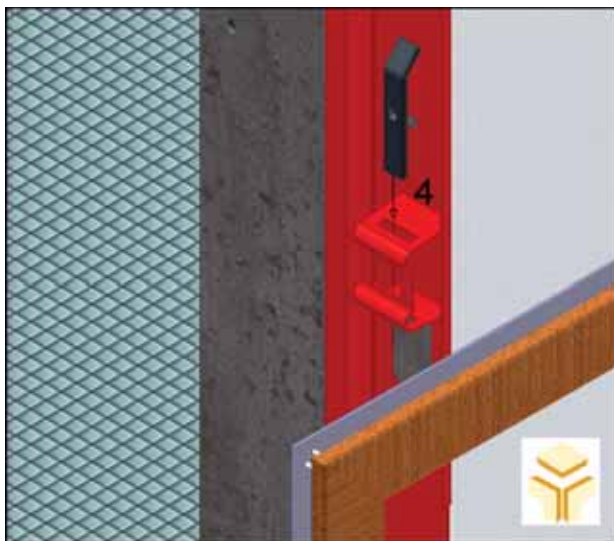

Fig. 2.1.1 – Colocação de estafas (4)
Antes de instalar o aro, remova a travessa anti-torção que se encontra na parte inferior do mesmo. Enfiar as 8 estafas nos maciços (4). Assentar o aro (5) encostando todo à parede interior. Deverá verificar que os furos (nos embutidos) para aperto do aro ao pré-aro estão posicionados com os maciços e as estafas (ver figs. 2.1.1, 2.1.2).